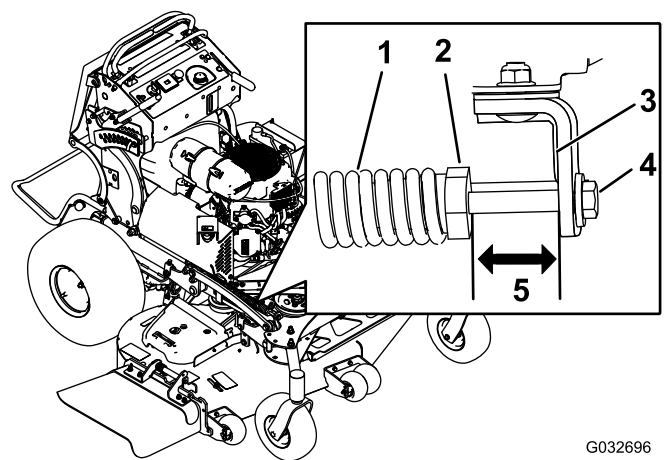

Figura 102
2. Compruebe la distancia entre la tuerca del muelle y el lado trasero del soporte de montaje soldado (Figura 102).
3. Asegúrese de que la longitud es de 51 mm (2") para carcasas de corte de 122 y 132 cm (48" y 52") y de 38 mm (1.5") para carcasas de cortacésped de 152 cm (60"), como se muestra en la Figura 102.
4. Si es necesario, ajuste la distancia ajustando el perno situado en la parte delantera del soporte de montaje (Figura 102).